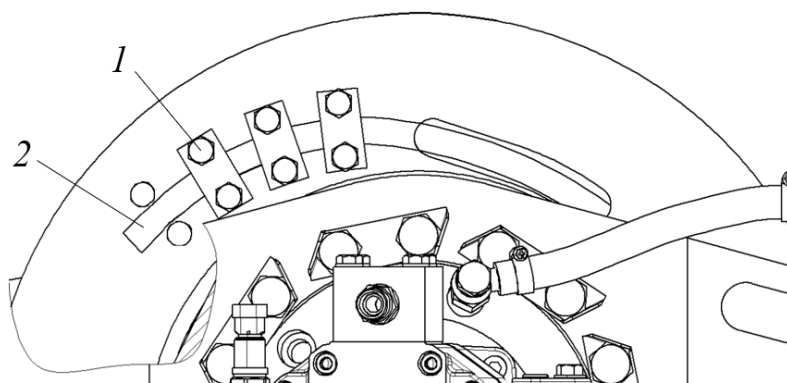

Рисунок 1. Заделка каната
- Закрепить мертвый конец каната и затянуть болты М12х50.109 ГОСТ 7798-70 на прижимных планках. Момент затяжки – 80 Нм (см. рис. 1).